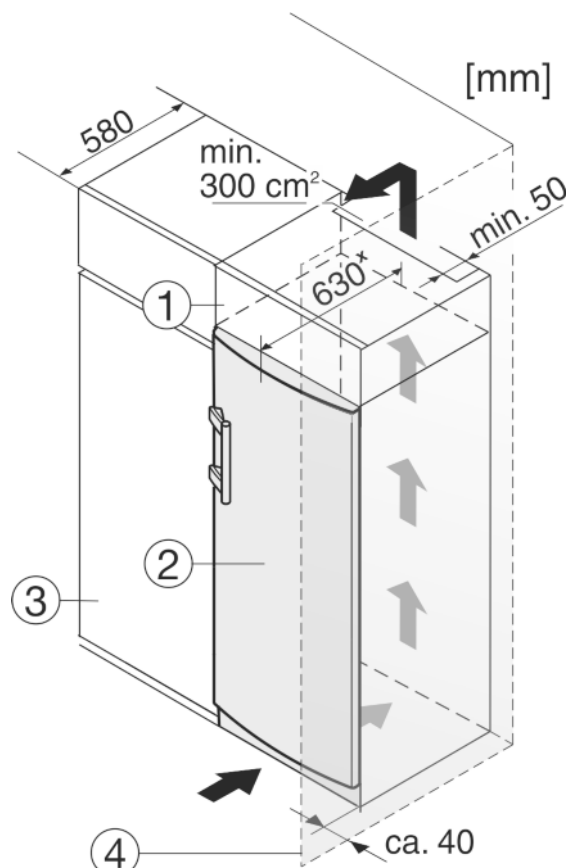

Fig. 12
- (1) Aufsatzschrank
- (2) Gerät
- (3) Küchenschrank
- (4) Wand
Das Gerät kann mit Küchenschränken umbaut werden. Um das Gerät Fig. 12 (2) der Küchenzeilenhöhe anzugleichen, kann über dem Gerät ein Aufsatzschrank Fig. 12 (1) angebracht werden.
Beim Umbau mit Küchenschränken (Tiefe max. 580 mm) kann das Gerät direkt neben dem Küchenschrank *Fig. 12 (3)* aufgestellt werden. Das Gerät steht seitlich 34 mm * und in der Gerätemitte 50 mm * gegenüber der Küchenschrankfront vor.
Wenn das Gerät mit den Scharnieren neben einer Wand *Fig. 12 (4)* aufgestellt wird, muss der Abstand zwischen Gerät und Wand mindestens 40 mm betragen. Dies entspricht dem Griffüberstand bei geöffneter Tür.